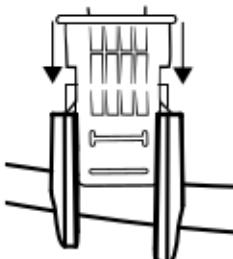

Figura 8
- Inserte las chavetas en las ranuras correspondientes. Empuje con firmeza hasta que las chavetas se traben en su lugar (Figura 8).